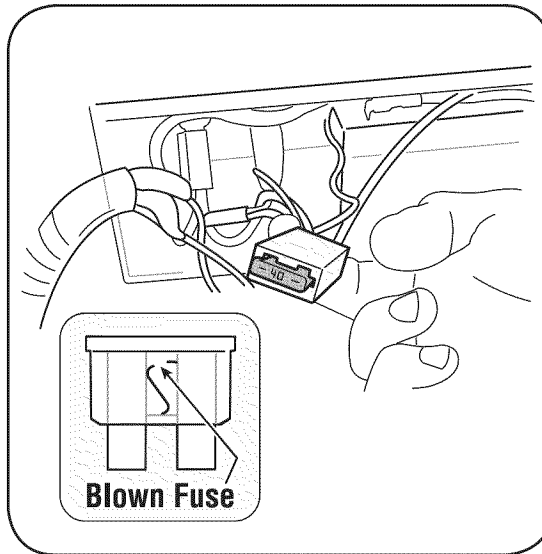

Figura 5-6: Cuando reemplace el fusible, utilice un fusible de automóviles estándar de 40 amperes.
2. Retire el fusible del enchufe e inspeccione como se muestra en la Figura 5-6. Si está quemado, reemplace por un fusible de automóviles estándar de 40 amperes.